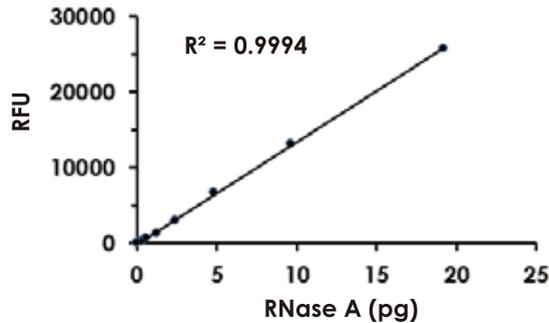

图1. RNase A 标准曲线图
**TransDetect® Fluorescence RNase Detection Kit定量检测RNase A。**对Positive RNase A进行2倍梯度稀释, RNase A可检测至浓度为0.03 pg/μl, 即检测限为0.3 pg, 且在稀释梯度内成线性关系 ( $R^2 > 0.99$ ), 如下图1。